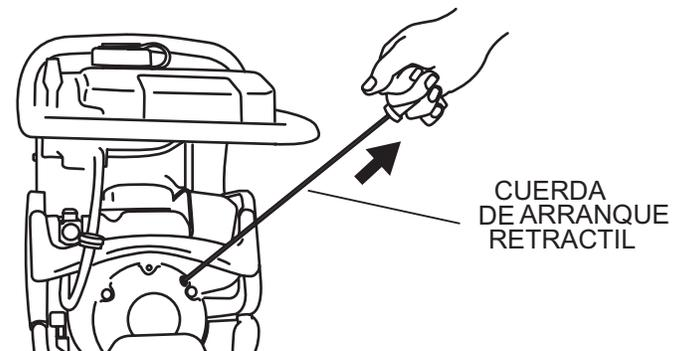

Figura 7. Arranque retráctil
3. Sujete el asa para el arranque retráctil (Figura 7) y jálela hasta sentir una ligera resistencia. Entonces jale firme y rápidamente. Regrese el asa de arranque retráctil hacia la cubierta antes de soltarla.